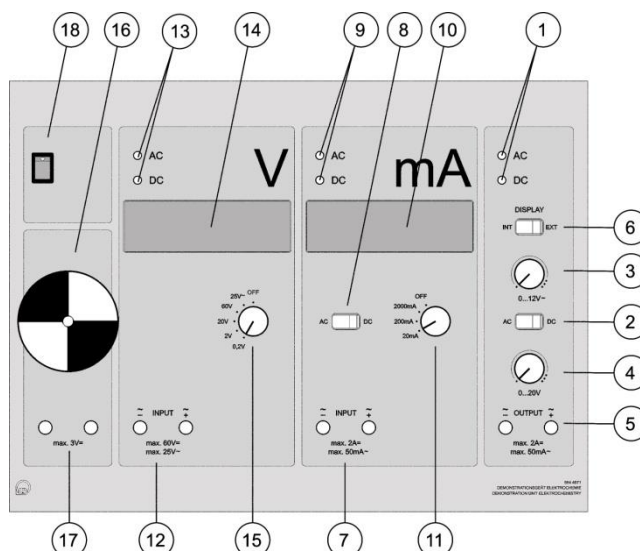

Abb. 2 Demonstrationsgerät der Elektrochemie
- Die beiden Experimentierkabel in den Ausgang des Netztes (5) einstecken. (siehe Abb. 2)